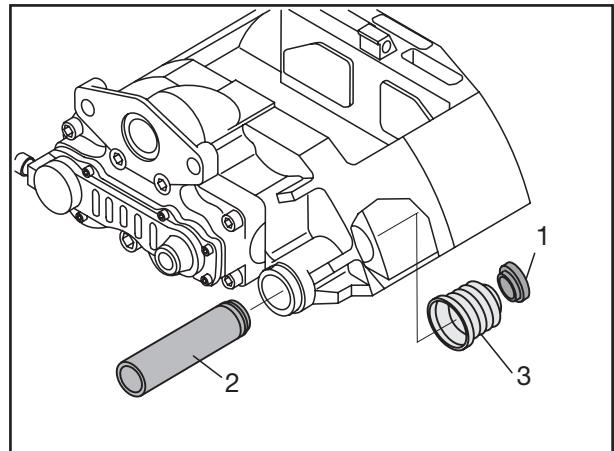

Fig. 1
- [11] Re-apply Renolit HLT2 to the brass bush (Fig. 1/4).
- [12] Install the guide pin (1).
- [13] Insert bellow (2) into the groove in the guide pin (arrow).
- [14] Secure the bellow into the groove in the guide bush by pushing on the ring (3).
- [11] Regraisser le manchon en laiton (Fig. 1/4) avec de la Renolit HLT2.
- [12] Monter la tige de guidage (1).
- [13] Implanter le soufflet (2) dans la gorge de la tige de guidage (flèche).
- [14] Fixer le soufflet dans la gorge du manchon de guidage au moyen de la bague (3) glissée par-dessus.